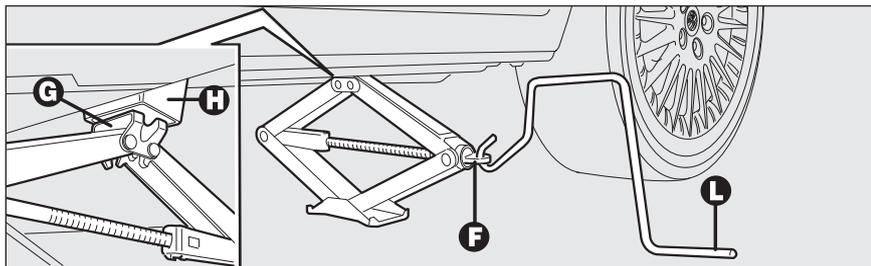

fig. 8
- azionare il dispositivo **F-fig. 8** in modo da distendere il cric, sin quando la parte superiore del cric **G** si inserisce correttamente all'interno del dispositivo di ritenuta **H**;
- inserire la manovella **L-fig. 8** per permettere l'azionamento del cric e sollevare la vettura, sino a quando la ruota si alza da terra di alcuni centimetri;